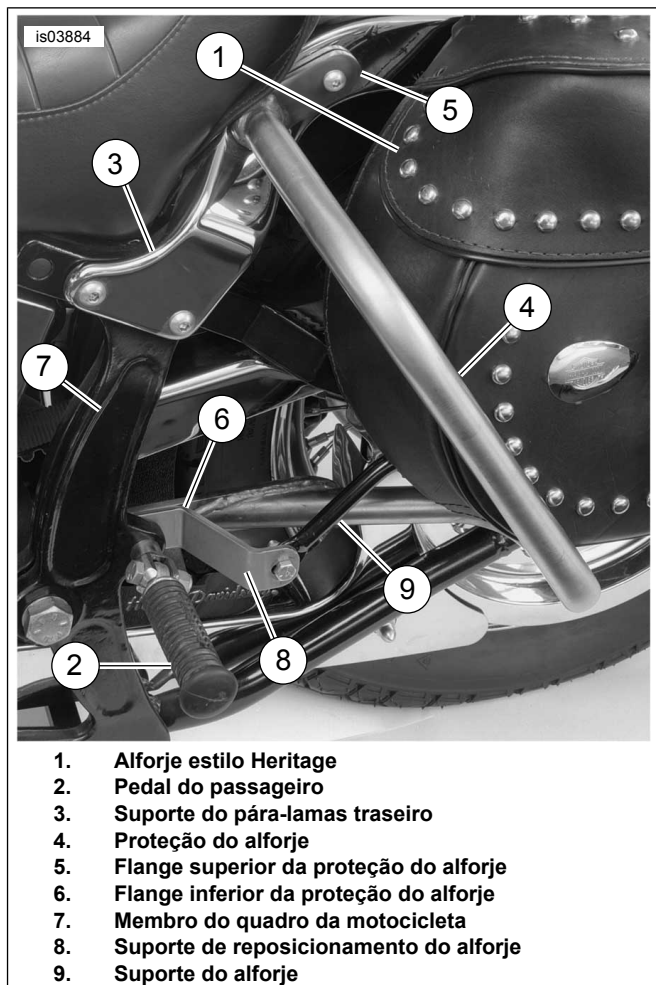
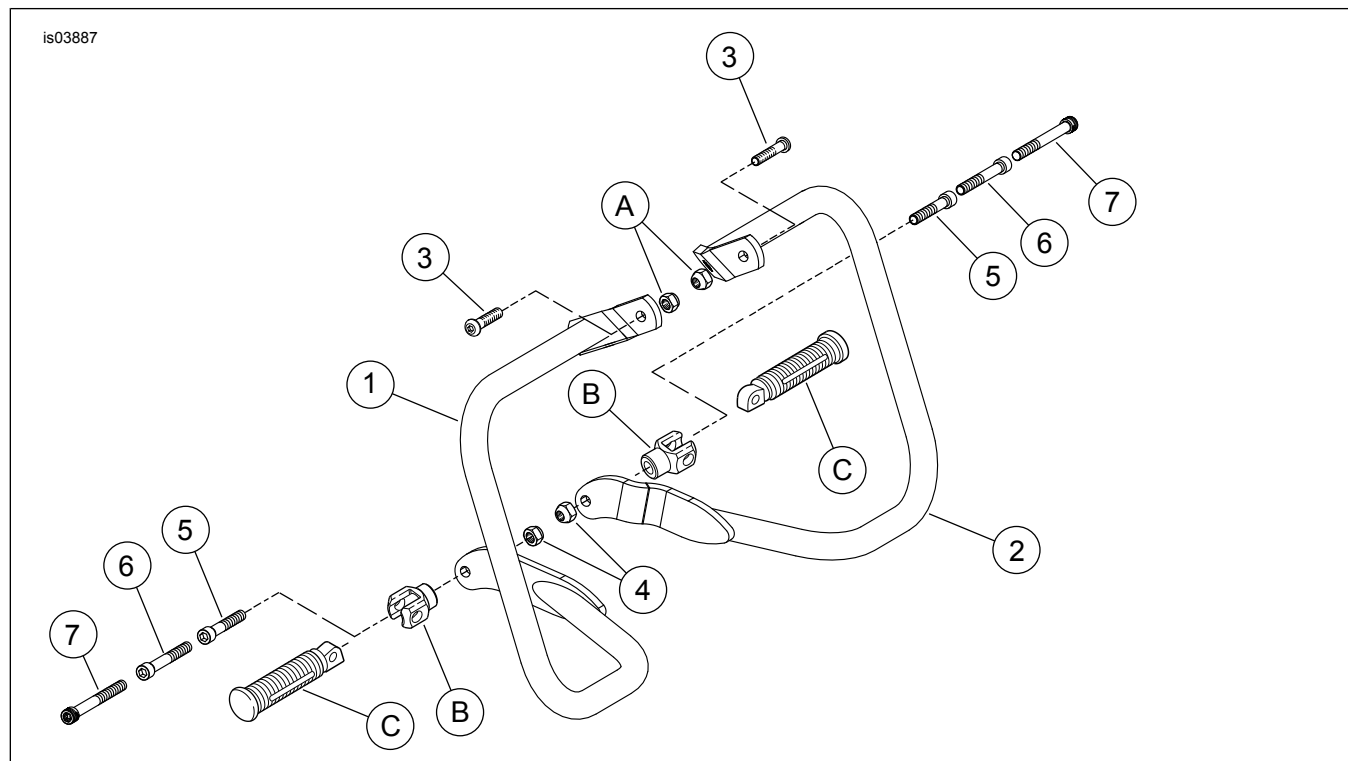

Figura 2. Proteção do alforje traseiro instalada – lado esquerdo
Figura 3. Peças de reposição: proteção do alforje traseiro Softail
Veja a Figura 3 e a Tabela 1.
4. Veja a Figura 2. Instale o flange superior (5) da proteção do alforje (4) no suporte do pára-lamas (3). Instale o parafuso de cabeça abaulada de 3/8-16 x 1-3/4 pol. com o suporte da tira de apoio (se for assim equipada) e as ferragens removidas no passo 3 (se for assim equipada) e a porca na mesma direção do parafuso removido no passo 3. Aperte somente com os dedos.
5. Posicione o flange inferior (6) da proteção do alforje (4) na superfície interna do quadro da motocicleta (7), no local em que é fixado o pedal do passageiro (2) (ou o parafuso do estribo do passageiro). Se for instalado o kit de reposicionamento do alforje estilo Heritage (peça N.º 90238-00), o suporte deverá ser posicionado entre o flange da proteção do alforje e o membro do quadro da motocicleta. Siga as instruções de instalação incluídas no respectivo kit.
6. Veja a Figura 3. Determine a aplicação que combina com o seu modelo e siga o procedimento de instalação apropriado descrito abaixo: **Em modelos com pedal de apoio do passageiro, mas sem suporte de reposicionamento do alforje:** Instale o parafuso Allen de 3/8-16 x 2-3/4 pol. (6) (para os modelos FLSTC ano 2007, use o parafuso Allen de 3,5 pol. [7] do kit) através do suporte do pedal (B). Instale o suporte no quadro. Aperte o parafuso de suporte com um torque de 47 a 61 N·m (35 a 45 lb·pé). Instale o flange inferior da proteção do alforje no parafuso que se projeta da superfície interna do membro do quadro. Instale a contraporca 3/8-16 na extremidade do parafuso. Aperte com torque de 47 a 61 N·m (35 a 45 lb·pé). Instale o pedal de apoio (C) de acordo com as instruções do Manual de serviço. **Em modelos com pedal de apoio do passageiro e suporte de reposicionamento do alforje:** Instale o parafuso Allen de 3/8-16 x 2-3/4 pol. (6) (para os modelos FLSTC ano 2007, use o parafuso Allen de 3,5 pol. [7] do kit) através do suporte do pedal. Instale o suporte no quadro. Aperte o parafuso de suporte com um torque de 47 a 61 N·m (35 a 45 lb·pé). Posicione o suporte de reposicionamento do alforje sobre o parafuso. Instale o flange inferior da proteção do alforje no parafuso que se projeta da superfície interna do membro do quadro. Instale a contraporca 3/8-16 na extremidade do parafuso. Regule o aperto da porca para 47 a 61 N·m (35 a 45 lb·pé). Instale o pedal de apoio (C) de acordo com as instruções do Manual de serviço. **Em modelos com kit de estribo do passageiro com ou sem caixa de ferramentas:** Instale o parafuso Allen de 3/8-16 x 2-1/4 pol. (5) através da montagem do estribo do passageiro e do suporte da caixa de ferramentas (se for assim equipada). Aperte o parafuso de montagem do estribo com um torque de 47 a 61 N·m (35 a 45 lb·pé). Posicione o suporte de reposicionamento do alforje sobre o parafuso. Instale o flange inferior da proteção do alforje no parafuso que se projeta da superfície interna do membro do quadro. Instale a contraporca 3/8-16 (4) na extremidade do parafuso. Regule o aperto da porca para 47 a 61 N·m (35 a 45 lb·pé). **Nos modelos com pedais de apoio do passageiro e caixa de ferramentas:** Instale o parafuso Allen de 3/8-16 x 2-1/4 pol. (5), a partir do lado interno da motocicleta, através do furo no flange inferior da proteção do alforje, o suporte de reposicionamento do alforje no membro do quadro da motocicleta. Aperte o parafuso com um torque de 47 a 61 N·m (35 a 45 lb·pé). Instale o espaçador do pedal de apoio do passageiro na extremidade do parafuso. Aperte o espaçador do pedal de apoio com um torque de 47 a 61 N·m (35 a 45 lb·pé). Instale o suporte do pedal de apoio do passageiro na extremidade do espaçador do pedal de apoio. Aperte com torque de 47 a 61 N·m (35 a 45 lb·pé). Instale o pedal de apoio (C) de acordo com as instruções do Manual de serviço.